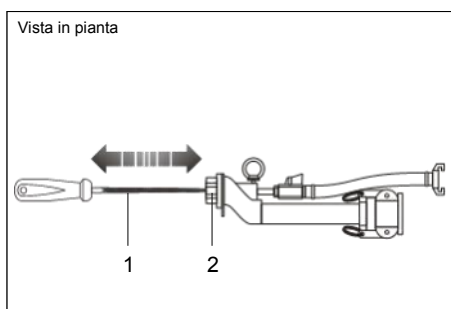

FIG.41 (Pulizia tubetto aria nella lancia spruzzatrice)
- 1) Togliere il diffusore (dusa) (FIG.41-Rif.2) e lavarlo con acqua;
- 2) Introdurre l'attrezzo (FIG.41-Rif.1), (in dotazione) nel tubetto aria della lancia spruzzatrice, per togliere eventuali incrostazioni.